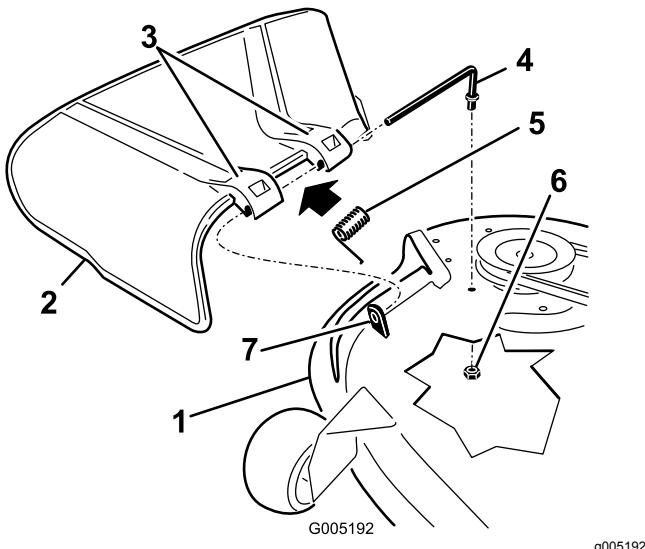

Bild 76
1. Nehmen Sie die Mutter (" $\frac{3}{8}$ ") aus der Stange unter dem Mähwerk ab (Bild 76).
2. Schieben Sie die Stange aus dem kurzen Vorsprung, der Feder und dem Ablenkblech (Bild 76).
4. Montieren Sie das Ablenkblech (Bild 76).
7. Schieben Sie die Stange durch die zweite Halterung am Grasablenklech (Bild 76).
9. Befestigen Sie das hintere Stangenende mit einer Mutter ($\frac{3}{8}$ "") am Mähwerk, wie in Bild 76 abgebildet.